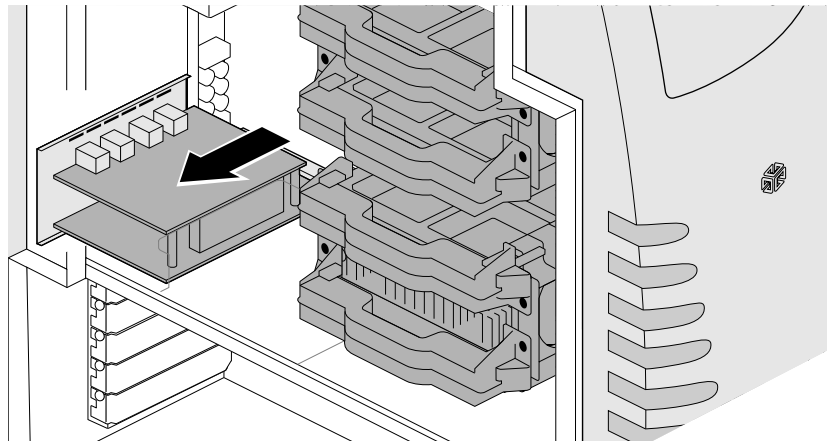

Figura 5-22 Desconectando a placa SD1100 da Silicon Graphics
8. De frente para a lateral da estação de trabalho, remova a placa SD1100 da Silicon Graphics de seu conector na placa do sistema, puxando a placa em sua direção e mantendo o painel de E/S alinhado com o chassi. Veja a Figura 5-22.